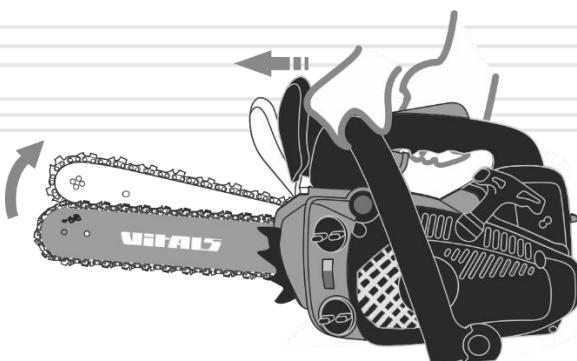

Рисунок 9. Схема спрацьовування аварійного гальма ланцюга
4. Заблокуйте гальмо ланцюга, не відпускаючи рукою передню рукоятку натисніть зап'ястям лівої руки на важіль аварійного гальма ланцюга у напрямку стрілки (див. рис. 9). Рух ланцюга після цього одразу повинен припинитися.